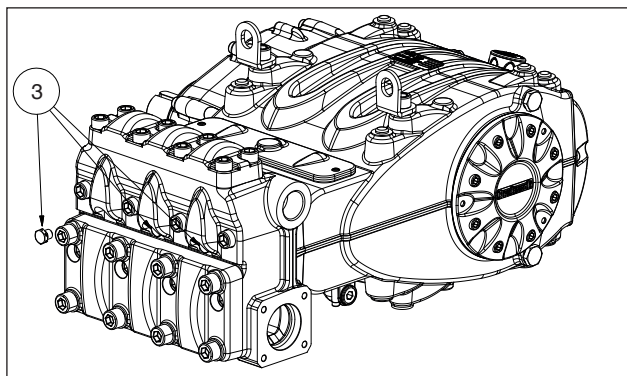

Fig. 11
En cas de problèmes d'amorçage dus à une alimentation insuffisante, enlever les trois bouchons à l'avant de la tête comme le montrent les rep. ③ Fig. 11.